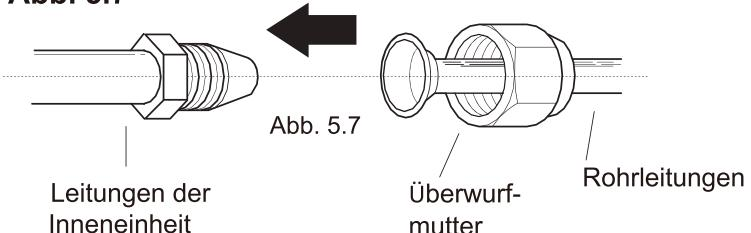

Abb. 5.7
1. Richten Sie das Zentrum der Leitungen, die sie verbinden möchten, aus. Siehe Abb. 5.7